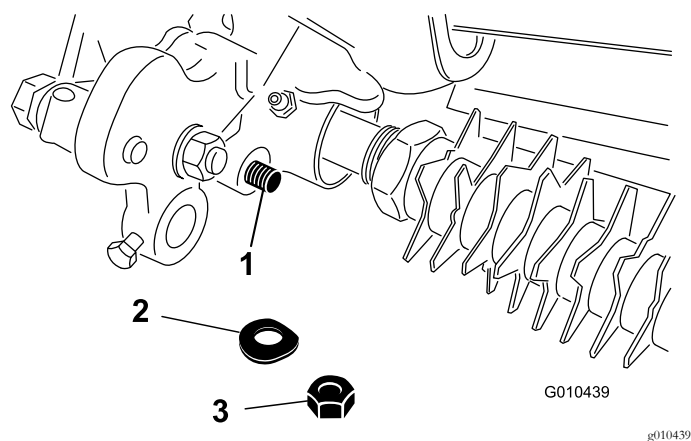

图32
4. 卸下将剪草高度臂组件杆端固定至疏草刀驱动组件上的锁紧螺母和膜片式弹簧垫圈图32。